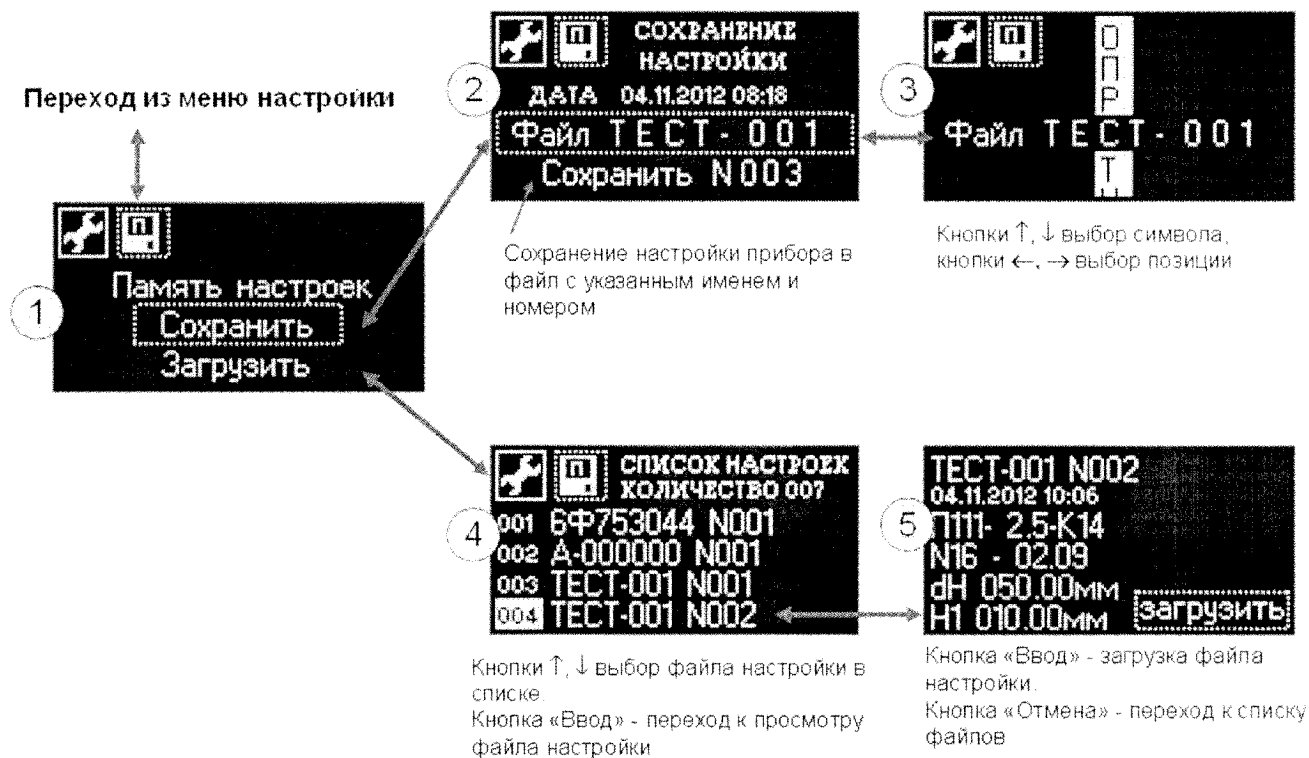

Рис.5.2.6.1. Меню сохранения и загрузки файлов настройки прибора.
Устройство меню для работы с файлами настроек показано Рис. 5.2.6.1. Здесь имеется две операции (1) – сохранение данных настройки в файл и загрузка их из файла.